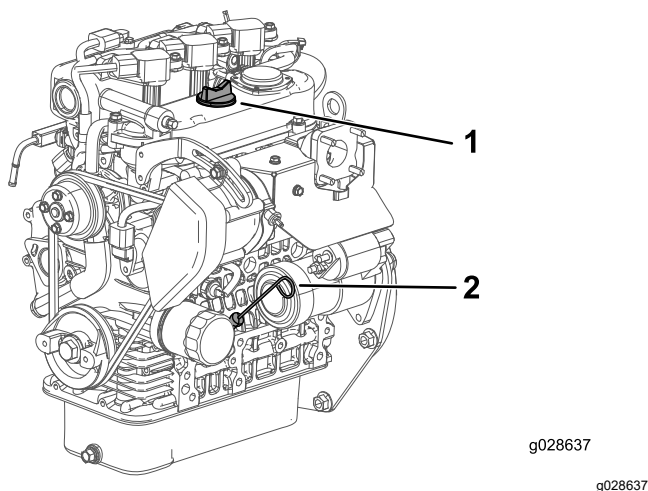

Figura 34
4. Retire a vareta e limpe-a com um pano limpo (Figura 34).
5. Coloque a vareta no tubo e verifique se fica completamente introduzida (Figura 34).
6. Retire a vareta e verifique o nível de óleo (Figura 34).
7. Se o nível de óleo estiver baixo, retire o tampão de enchimento (Figura 34) e adicione óleo suficiente para elevar o nível de óleo até à marca Cheio existente na vareta.
8. Volte a introduzir a vareta no tubo (Figura 34).